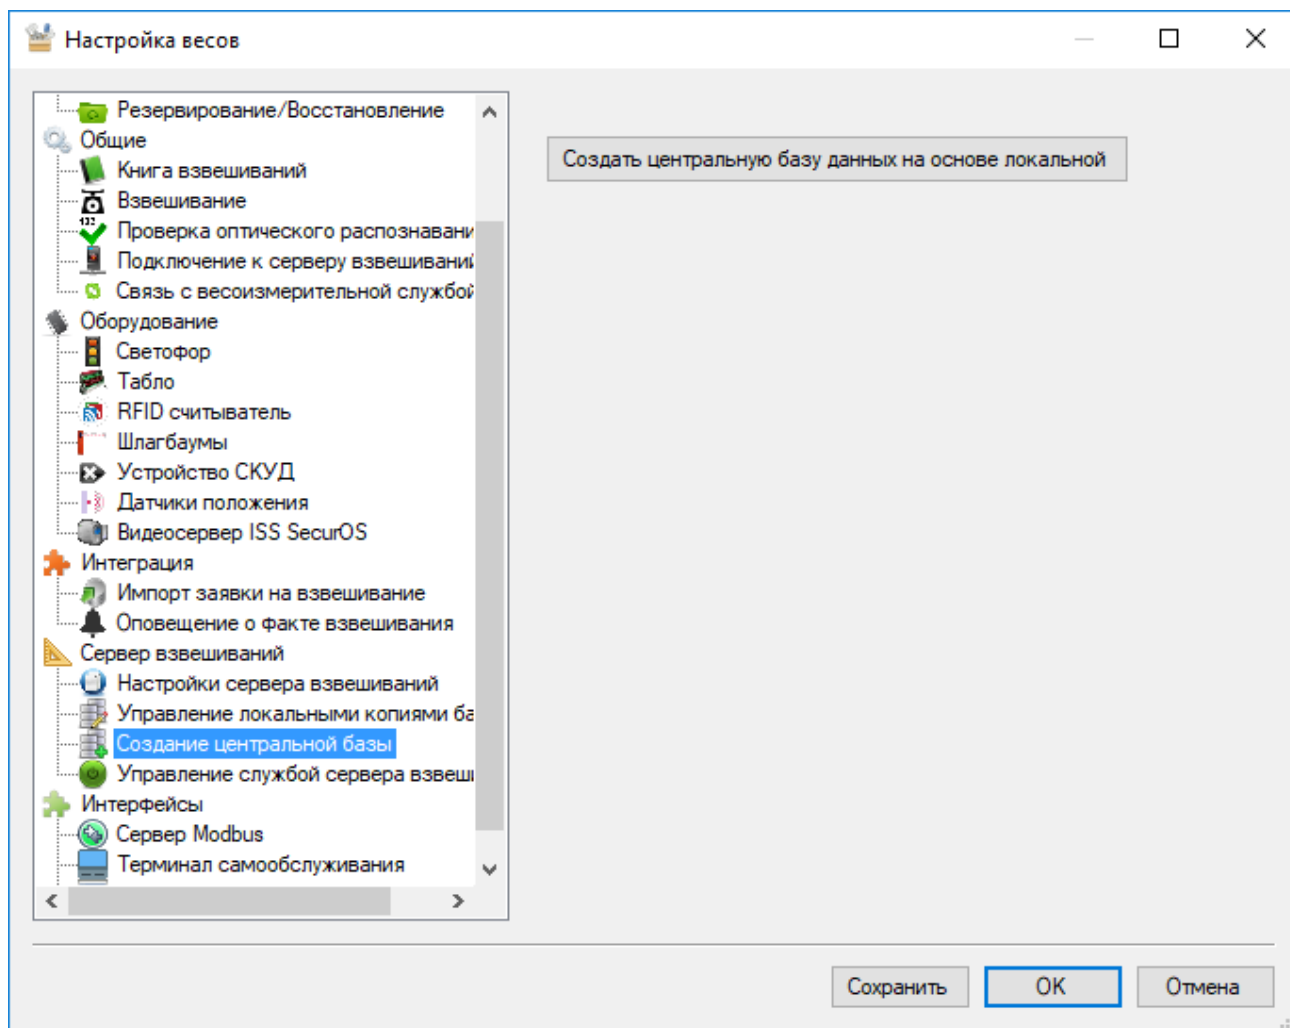

Рисунок 121 - Создание центральной базы
- Запустить программу «Настройка» и выбрать пункт «Создание центральной базы» (см. Рисунок 121).